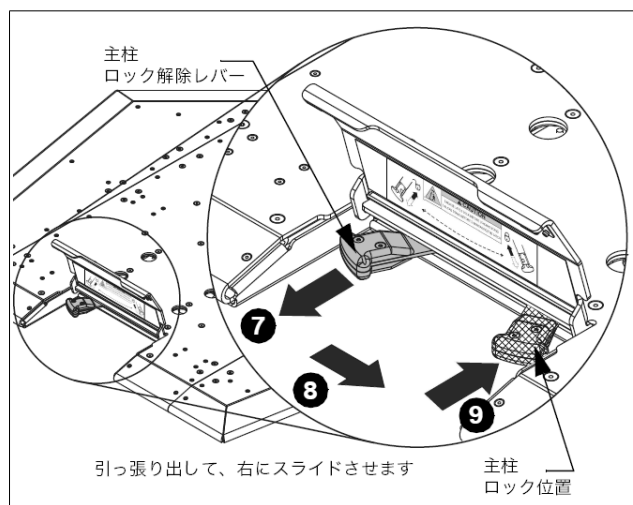

図6
7. (図6) の図のようにラッチハンドルを引き出します。
9. ハンドルがベース (A) に引き込まれてコラム (B) が所定の位置にロックされていることを確認します。